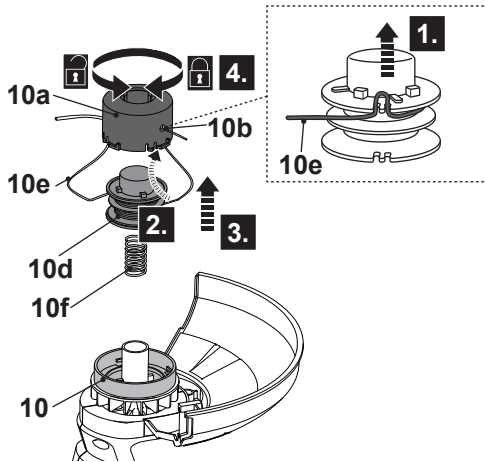

Fig. 15
6. Suelte el hilo de corte (10e) de las hendiduras y manténgalo en su posición. Evite que el hilo de corte (10e) se desprenda del carrete de corte (10d) (Fig. 15, paso 1).
7. Pase el hilo de corte que termina por el orificio (10b) de la carcasa (10a) (Fig. 15, paso 2).
9. Introduzca el carrete de corte (10d) en la carcasa (10a) (Fig. 15, paso 3).
10. Presione el carrete de corte (10d) junto con la carcasa (10a) contra el muelle (10f) y gire el conjunto hasta que encaje en su sitio con la mano (Fig. 15, paso 4).